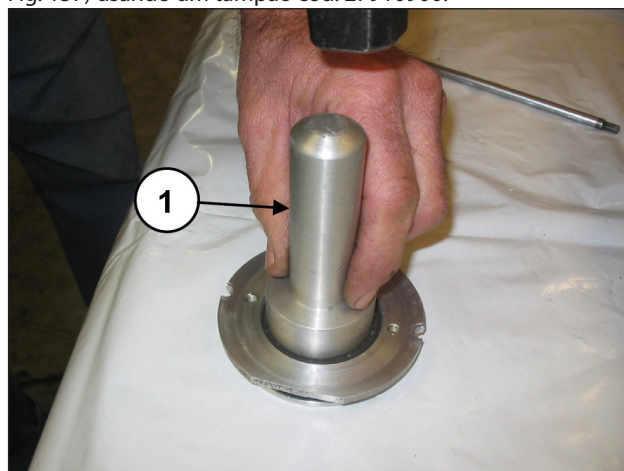

Fig. 157
Monte a junta do óleo na tampa da junta do óleo (pos. ①, Fig. 157) usando um tampão cód. 27910900.